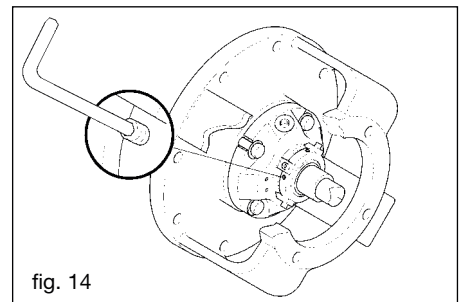

fig. 14
- Allentare i grani di bloccaggio della camicia sull'albero (fig. 14).
- Serrare con forza i grani (fig. 14).